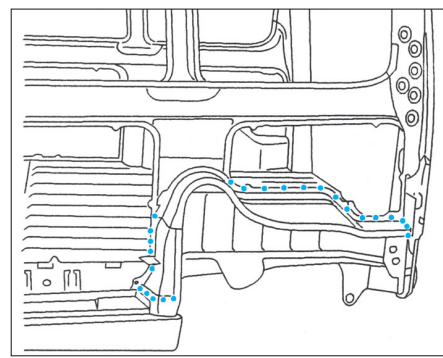

FIG. 145
- Souder par points électriques (Fig.145).